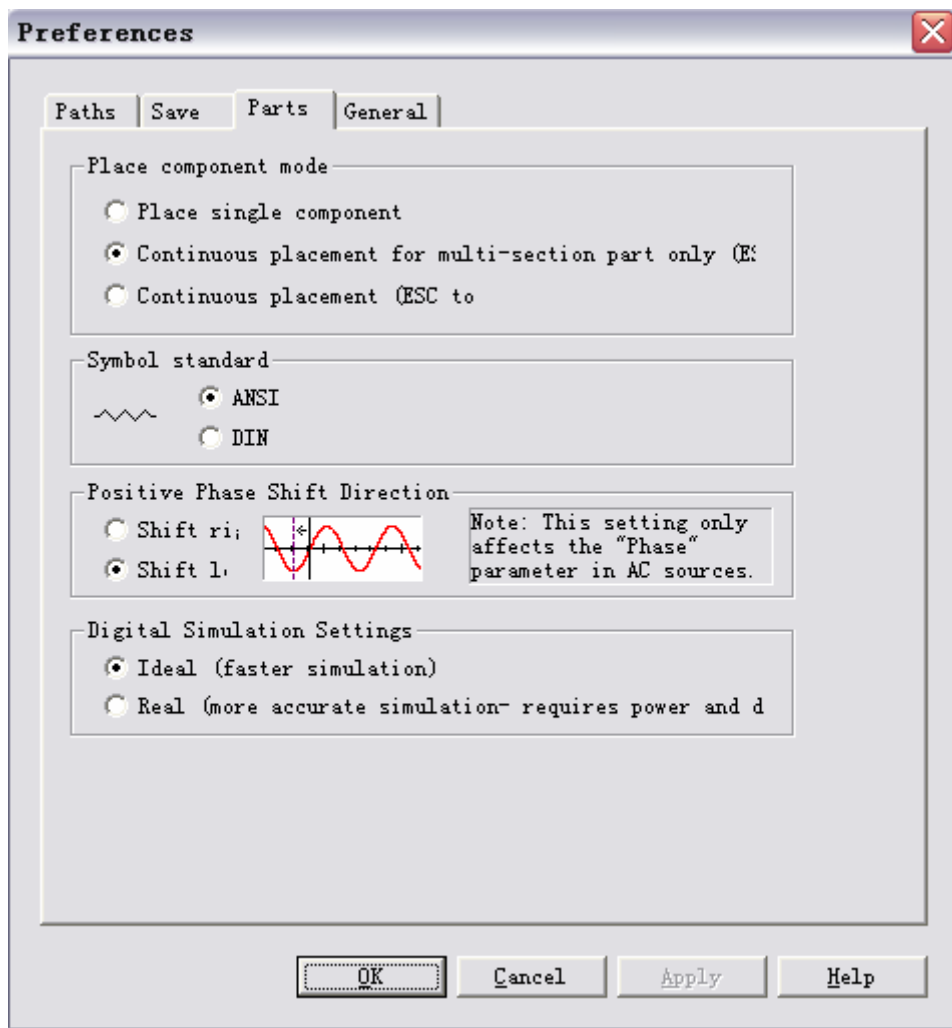

图 A4—2 Parts 页
(1) 启动 Options/Preference，打开 Preference 对话框中的 Parts 页，如图 A4—2 所示，对 Symbol standard 区内的电气元器件符号标准进行设置，Multisim 提供了两套元器件符号标准，ANSI 是美国标准，DIN 是欧洲标准，我们选择 ANSI 标准。
(2) 打开 Options/Sheet Properties/Workspace 页如图 A4—3 所示，对其中的相关项进行设置：选择 Show 区内的 Show Grid（也可从 View/Show Grid 菜单选取），则电路图中将出现栅格；选择 Show 区内的 Show Border（也可从 View/Show Border 菜单选取），则电路窗口就像一张标准图纸。